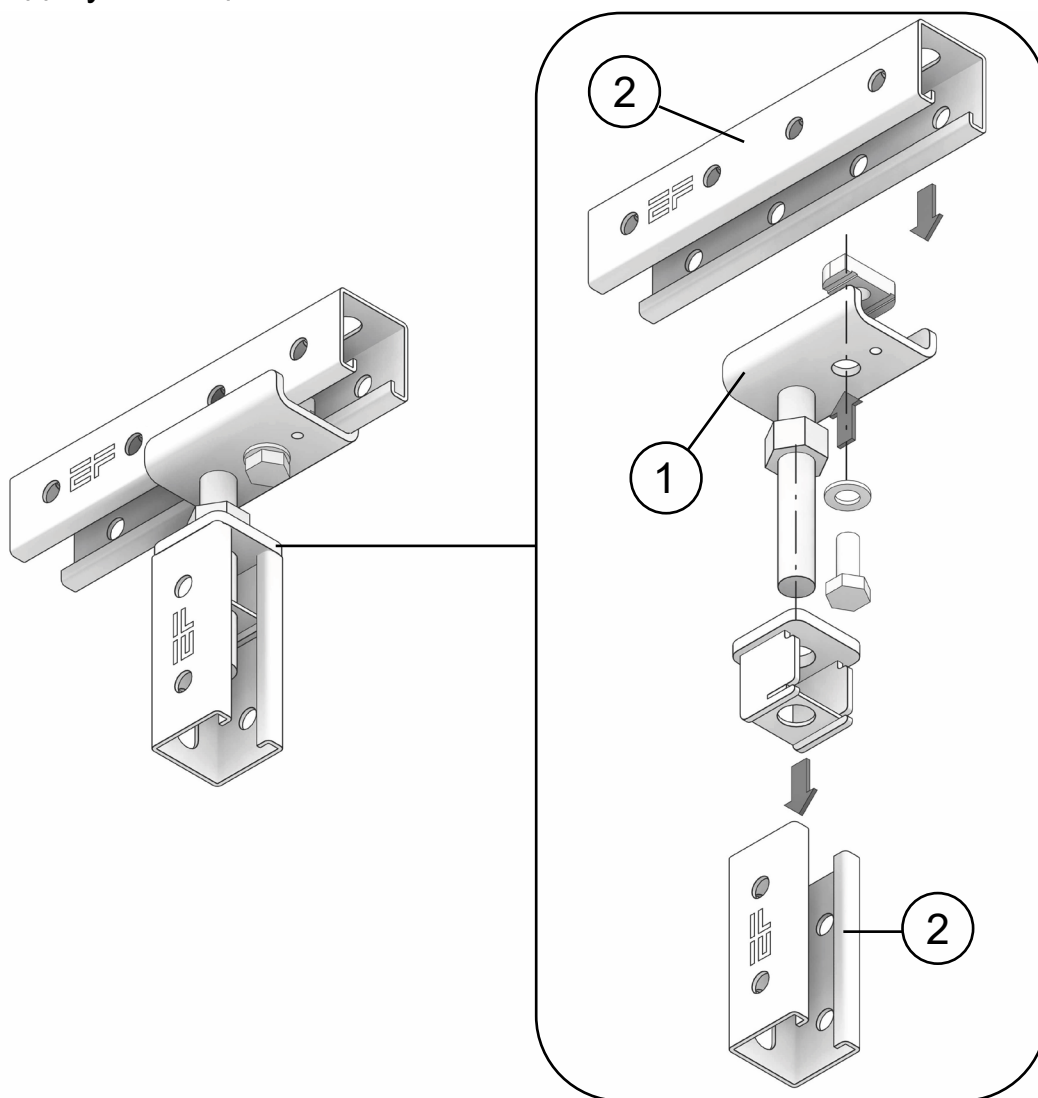

Рис. 4
- 7.4.3. Произвести сборку стойки из опоры и профиля или консоли используя соединитель, болты, шайбы, гайки закладные (См. рис. 4). Данный этап смотреть совместно с листом «Схема сборки узлов» и лист «Схема расположения соединителей» в проекте фальшпола. Все болтовые соединения следует затягивать динамометрическим ключом на определённый момент затяжки, в соответствии с указаниями в рабочей документации.